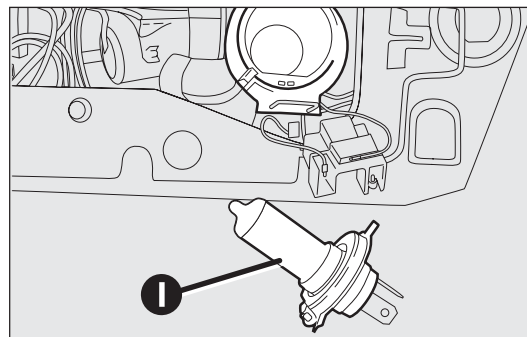

fig. 146
- enlever l'ampoule grillée I-fig. 146 et engager la nouvelle ampoule ;